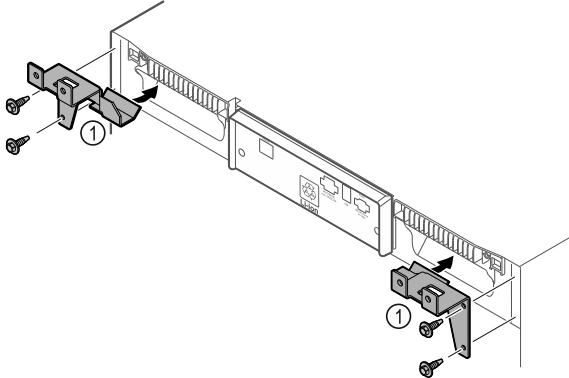

Fig. 11
► 用随附的自攻螺丝将固定部件 Fig. 11 (1) 安装在冰箱上。